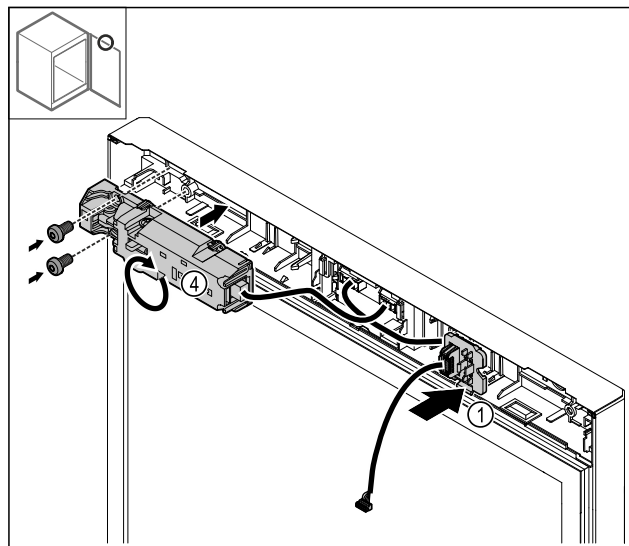

Fig. 29
- Lad stikholderen Fig. 29 (1) gå i indgreb på den modsatte side.
- Drej den elektriske lås Fig. 29 (4) 180°, og fastgør den på den modsatte side.